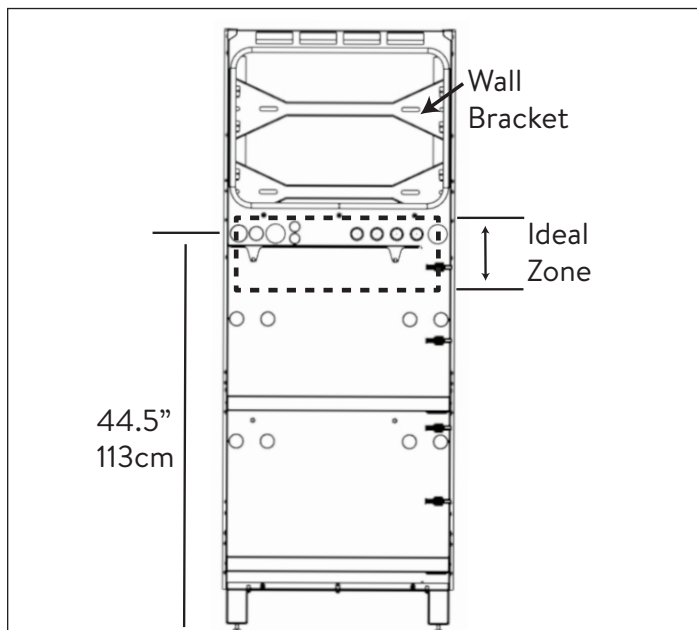

Fig. 6 Opciones de entrada de cableado en la pared
- ▶ Lleve el cableado al lugar de la instalación ("Fig. 6 Opciones de entrada de cableado en la pared" en la página 10)